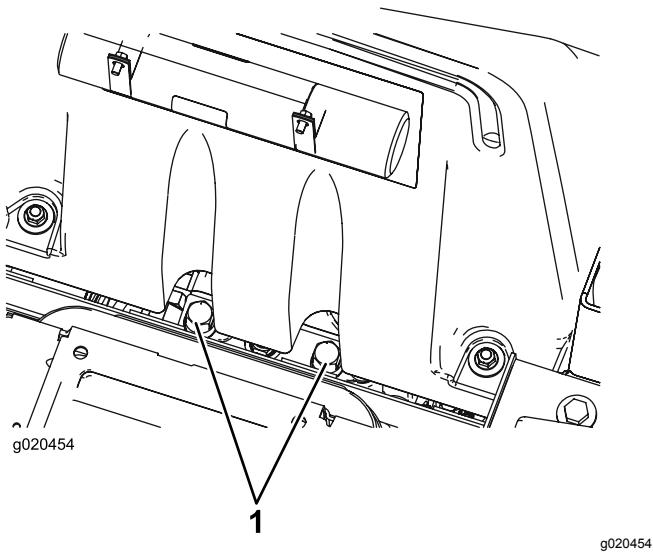

Figure 58
- Soulevez le siège et localisez les vannes de dérivation qui sont situées sous l'avant du réservoir de carburant (Figure 58).